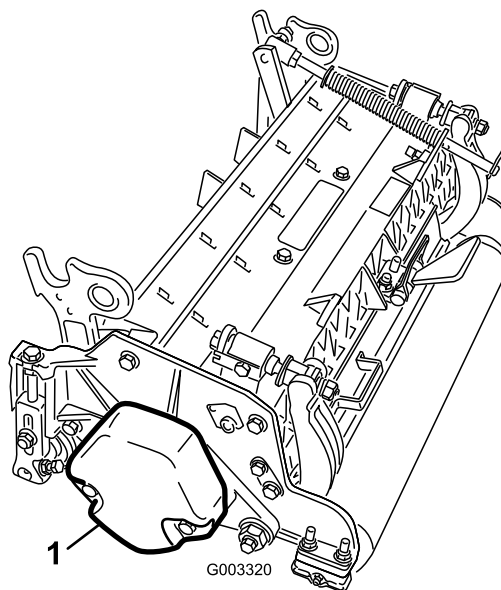

Figura 4
3. Asigurați-vă că ai montat contragreutatea (Figura 4) la capătul corespunzător al unității de tăiere, conform descrierii din *Manualul operatorului* unității de tăiere.